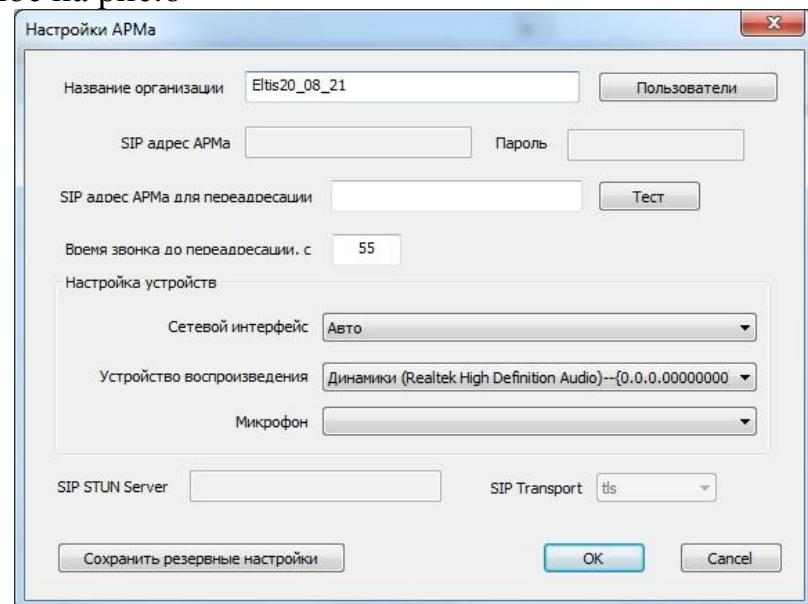

рис.6 Окно настройки
5.1.2 После ввода корректного пароля АРМ выведет окно, представленное на рис.6
5.1.3 В том случае, когда необходимо установить персональный пароль администратора или добавить нового пользователя АРМа, нужно нажать кнопку «Пользователи» окна настройки рис.6. АРМ предложит окно рис.7: